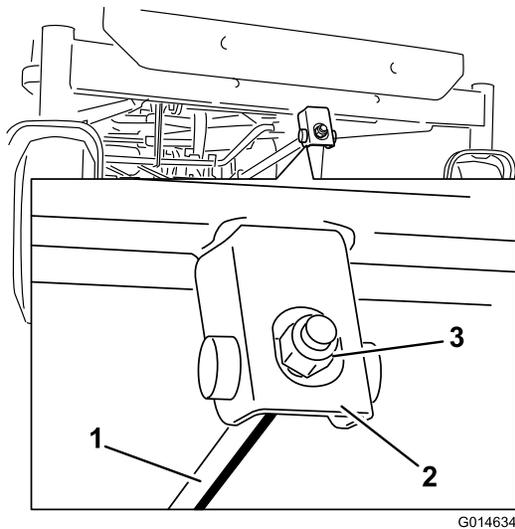

Figure 55
6. Pour régler l'inclinaison avant/arrière des lames, tournez l'écrou de réglage à l'avant du tablier de coupe (**Figure 55**).